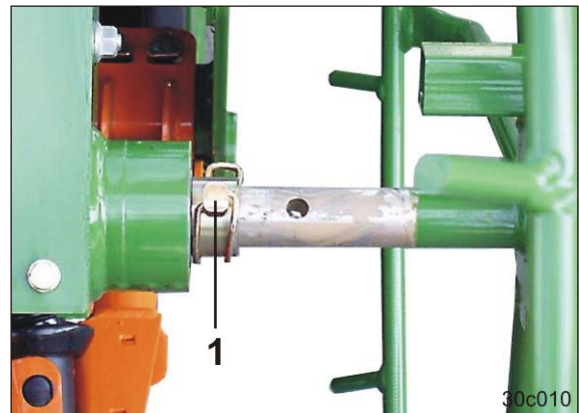

Fig. 114
16. Das Spornrad in den Antrieb stecken und mit einem Klapstecker (Fig. 114/1) sichern
- 3.1 Den Klappstecker (Fig. 114/1) lösen und das Spornrad vom Antrieb abziehen.